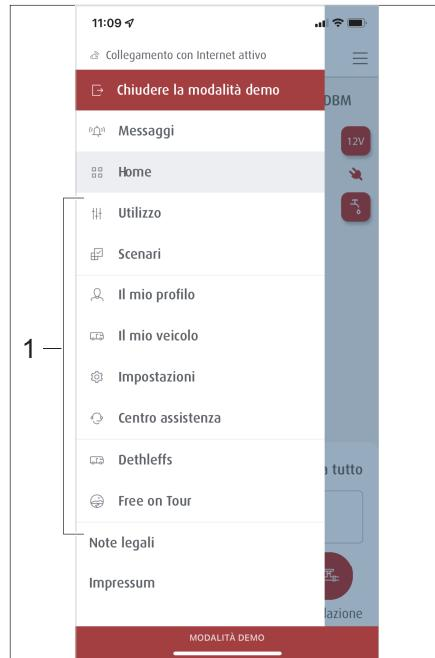

Fig. 301 Sottomenu
Vengono visualizzati i sottomenu (Fig. 301,1).
- Digitare nell'area menu *Scenari* (Fig. 301,1).
- Selezionare nei sottomenu (Fig. 301,1) il menu *Utilizzo*.
- Selezionare, nei sottomenu, (Fig. 301,1) il menu *Il mio veicolo*.